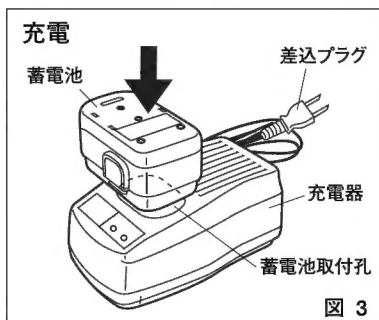

図 3
- ② 充電器の蓄電池取付孔に蓄電池を取付けます。しっかり奥まで差し込んでください。(図3)